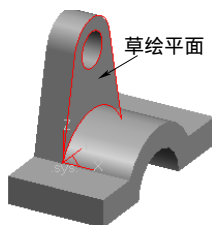

图 6-105 选择草绘平面
1) 在图形区选择如图 6-105 所示的实体表面, 单击“绘制草图”按钮, 进入草图绘制